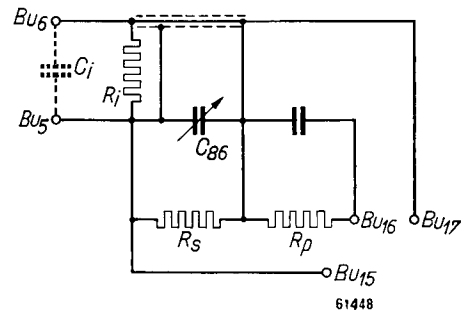

Fig. 6. Messkopf
e. **Messkopf** (s. Fig. 6)
Die zu untersuchenden Spannung kann entweder direkt an den Eingang des Oszillographen angeschlossen, ( $14 V_{eff,max}$ ) oder aber 20fach abgeschwächt werden ( $280 V max.$ ), je nach Wahl des Kontaktes auf dem Messkopf. Schaltbild siehe Fig. 6.